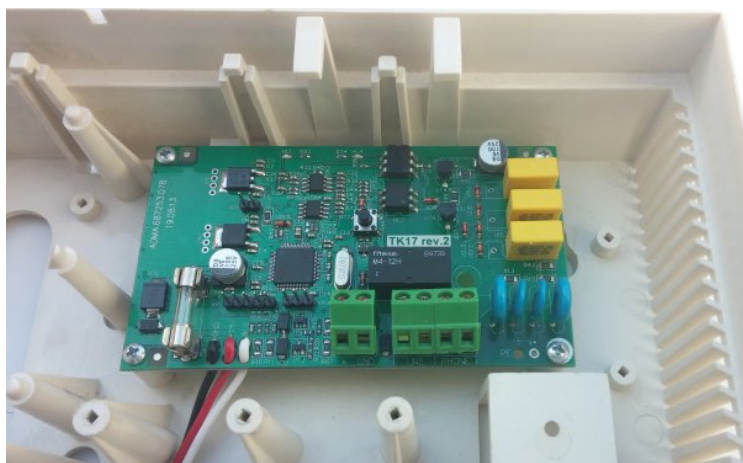

Figura 34. Instalación del dispositivo “TK-17”
2. Colocar el comunicador en la carcasa del equipo (Figura 34) y conectarlo en la placa del “Lun-11”, de acuerdo con el diagrama en la Figura 43;